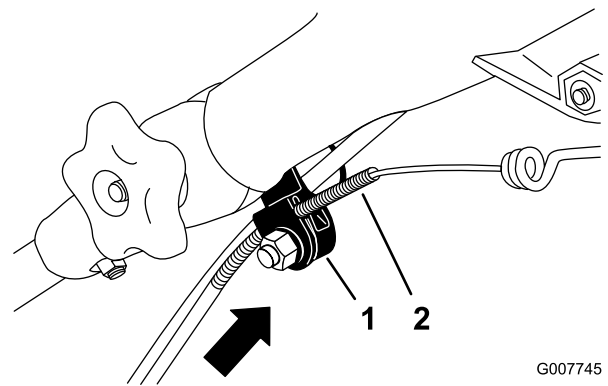

Figura 34
**Nota:** Puede colocar una regla contra el lado superior del soporte del cable negro para medir el desplazamiento del extremo superior de la cubierta del cable (Figura 34).